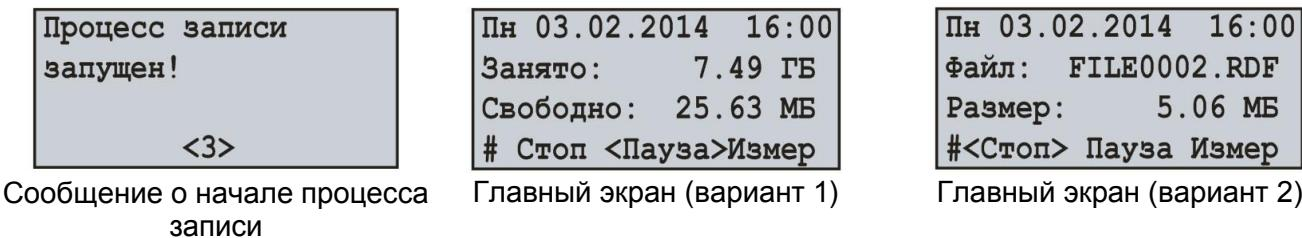

Рисунок 6.4 – Вид главного экрана после запуска процесса записи данных
- нажатием кнопки **□** (ВВОД) подтвердить выбор. При этом на дисплее регистратора отобразится сообщение, подтверждающее начало процесса записи (рис. 6.4) и загорится светодиодный индикатор **ЗАПИСЬ** (поз. 6 рис.1.2). Через 3 секунды на дисплее регистратора отобразится главный экран, показанный на рисунке 6.4.
На главном экране поочередно отобразится информация о занятом и свободном пространстве на карте памяти (рисунок 6.4 – Главный экран (вариант 1)), а также имя и размер последнего записываемого файла (рисунок 6.4 – Главный экран (вариант 2)).
Для выхода из экрана измеряемых значений нажать кнопку **□** (ВВОД), при этом дисплей примет первоначальный вид (рис. 6.4).